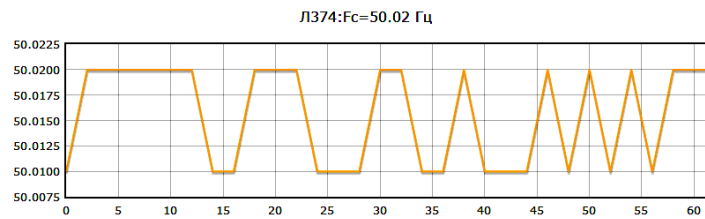

Рисунок 33. Вывод значений сигналов группы “Самописец”.
7.3.3.6 Для просмотра списка сигналов необходимо выбрать группу сигналов, рисунок 33.
7.3.3.7 Для выбора сигнала, который требуется просмотреть, рисунок 33 и 34 необходимо переместить указатель компьютерной мыши на название параметра и нажать левую клавишу.